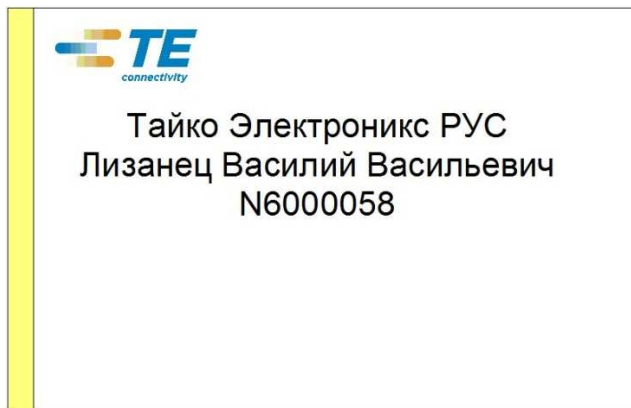

Рис.66 Результат размещения графической информации на продукт
Логотипа компании, как правило, находится в графическом файле с расширением .JPEG, .TIFF или другом. Для размещения графических объектов на продукте нажимаем на значок (6), рис.58 или выбираем в меню **Object->Picture**. При этом откроется новое окно в котором указать файл, в котором находится логотип компании. Результат использования меню **Object-> Picture** указан на рис. 66.